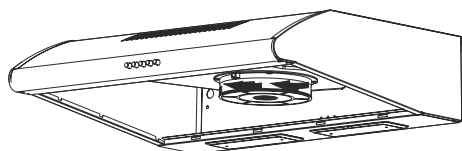

Fig. 9: FILTRO DE CARVÃO
- 1-Colocar o filtro de carvão na sua estrutura (Fig. 9).
- 2-Rodar o filtro de carvão no sentido horário, assegurar que fica completamente encaixado (Fig. 9).